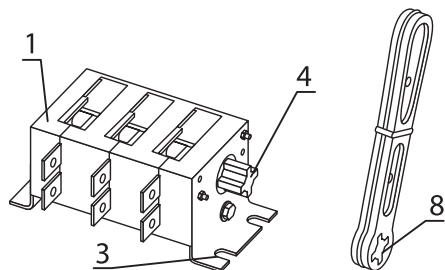

Рисунок 3.
- проверяют отсутствие внешних повреждений пластмассовых элементов конструкции корпуса (1) аппарата (рисунок 3 и 4);
- устанавливают на аппараты входящие в комплект поставки дугогасительные камеры (2) - по четыре на каждый полюс (как показано на рисунке 4);
- закрепляют аппарат в месте установки, используя пазы в боковых панелях (3);
- надевают на конец поворотного вала (4) ось-переходник (5) в исполнении со смещенной рукояткой;
- устанавливают на боковой поверхности распределительного устройства направляющую шайбу (6) и фланец (7);
- вставляют рукоятку управления (8).